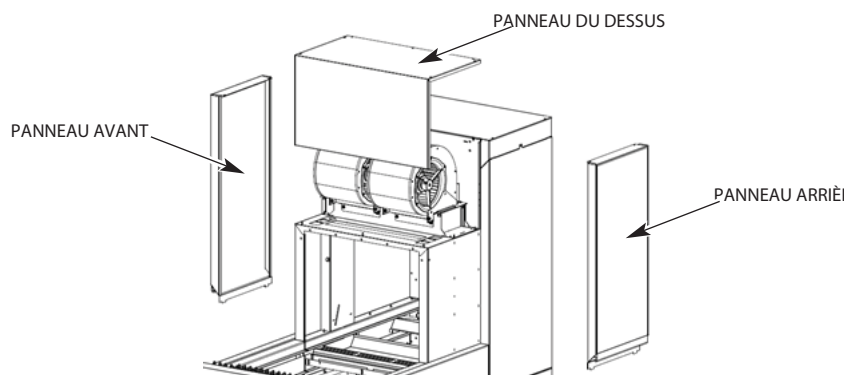

Fig. 21
1. Retirez les panneaux du couvercle du séchoir : le panneau avant, arrière et du dessus (Fig. 21).